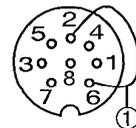

Bild 4-2: Pinbelegung BKS, Steckverbindung BTL
① Die Ausgänge des Wegaufnehmers sind potenzialfrei ausgeführt. Beim Anschluss an eine Steuerung mit nichtpotenzialfreien Eingängen kann es durch GND-Schleifen zu Störungen kommen. Dies lässt sich dadurch verhindern, dass die Potenzialtrennung im Wegaufnehmer aufgehoben wird, indem Pin 2 und 6 im Anschlussstecker miteinander verbunden werden (Bild 4-2).
② Durch die getrennten Ausgangstreiber kommt es zwischen Pin 3 und Pin 5 zu minimalen Spannungsunterschieden (konstanter Offset < 10 mV).
③ Nicht belegte Adern können auf der Seite der Auswertung/Steuerung mit GND verbunden werden, aber nicht mit dem Schirm.
④ Bezugspotenzial für Versorgungsspannung und EMV-GND!